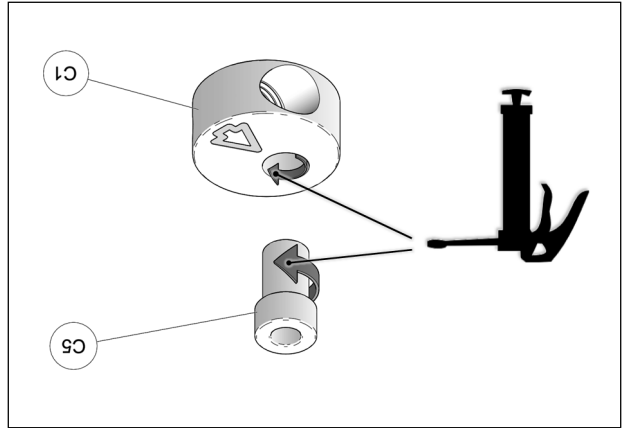

Fig. 25
15. À l'assemblage, les bagues espaceurs (C5) doivent être graissées. Appliquer une couche de graisse uniforme sur toute la circonférence de la bague espaceur et dans le logement du disque en aluminium (C1). Voir la Fig. 25